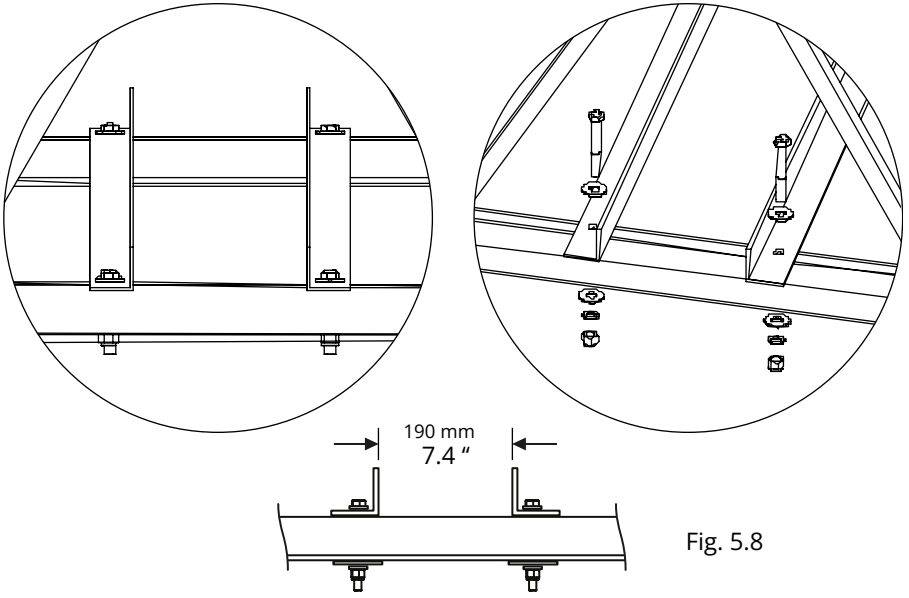

Fig. 5.8
- c) Perfiles Angulares Sencillos:** Coloca los perfiles angulares de manera que las patas horizontales se enfrenten entre sí (las patas verticales están en el exterior) (Fig. 5.8).